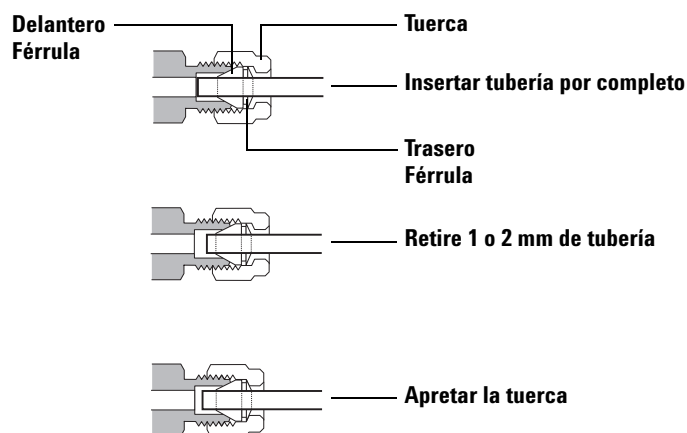

Figura 10 Inserción de la tubería
- 5 Empuje el tubo hasta el fondo del tapón y después retírelo aproximadamente 1 o 2 mm (Figura 10).